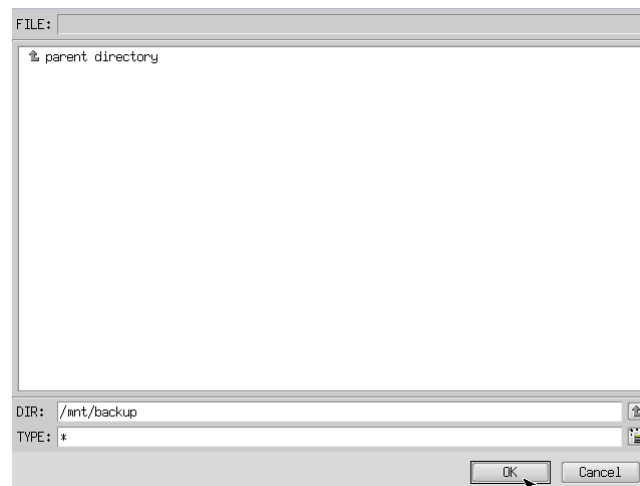

図 5-3-4. フォルダ参照画面
- ⑧ フォルダ参照画面（図 5-3-4）が表示されます。②で接続したパーティションは、/mntにマウントされますので、/mnt 以下のフォルダを選択してください。[OK]を押すとフォルダ選択画面にもどります。